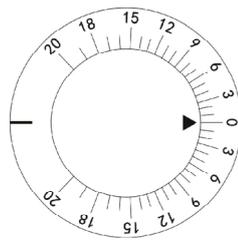
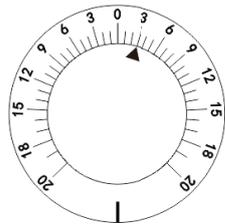
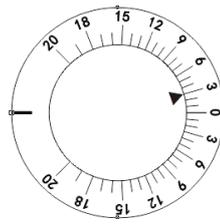

Abb.22
Abb.23
Abb.24
Drehprisma drehen ⑫ indem Sie seine Basis halten, um sie auf die Untersuchungsöffnung zu setzen. Drehen Sie den Prismendrehknopf ⑪ bis die erforderliche Prismenstärke eingestellt ist. Was der schwarze Dreieckspfeil anzeigt, ist die aktuelle Prismenstärke. Zum Beispiel ist die in Fig. 22 angezeigte Prismenstärke 0. die in Fig. 23 bedeutet die Basis in 3Δ -Prismenstärke und die in Fig. 24 bedeutet die 3 up-Prismenstärke nach oben.